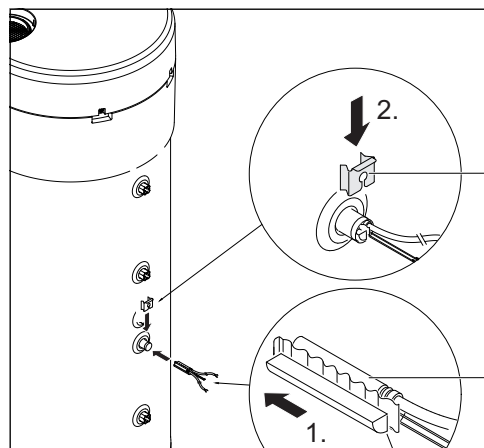

Fig. 11
- ▶ Montare il set di montaggio [1], la sonda di temperatura NTC dell'accessorio [2] e posizionare come illustrato in fig. 11.